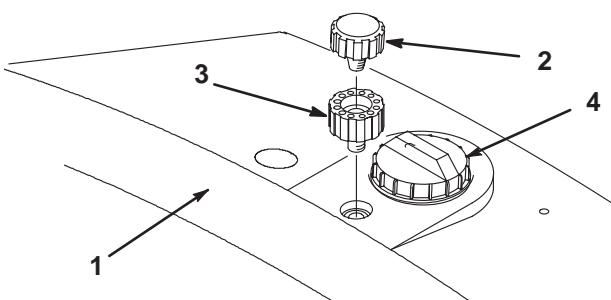

図 7
1. 油圧オイルタンクについている通気キャップを取る(図7)。
2. 延長パイプを通気穴に取り付ける(図7)。
3. パイプの先端に通気キャップを取り付ける(図7)。